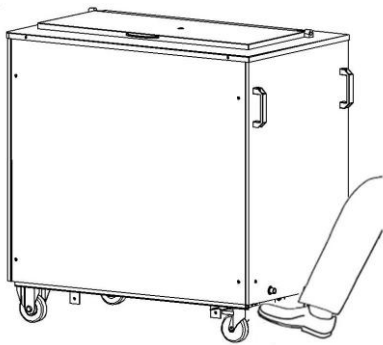

图 7
- 在机器安装就位后，踩下前脚轮的制动踏板固定机器。（见图 7）